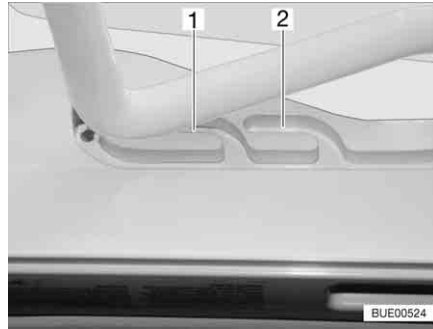
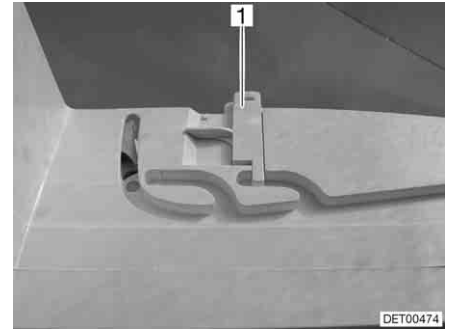

Fig. 118 Claraboya Heki en posición de ventilación
Fig. 119 Bloqueo de la posición de ventilación
La claraboya Heki se puede colocar en dos posiciones de ventilación: Posición de mal tiempo (Fig. 118,1) y posición mediana (Fig. 118,2). Según el modelo, la claraboya podrá ser bloqueada en la posición central con los dos pestillos (Fig. 119,1) a la izquierda y la derecha en el marco de la claraboya.
- Presionar el estribo ligeramente hacia arriba y empujarlo en la guía seleccionada (Fig. 118,1 ó 2) y, si fuera necesario, bloquearlo.